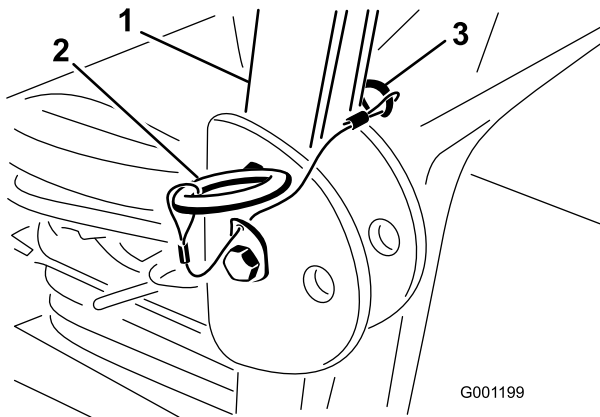

図 8
2. ROPSを立てた状態で、ヘアピンコッターと2本のピンを抜き取る (図 8)。